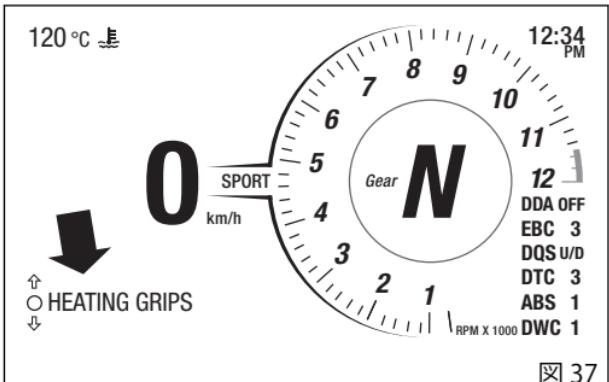

図37
- ブラウズボタンを押して“HEATING GRIPS”を表示します(図37)。